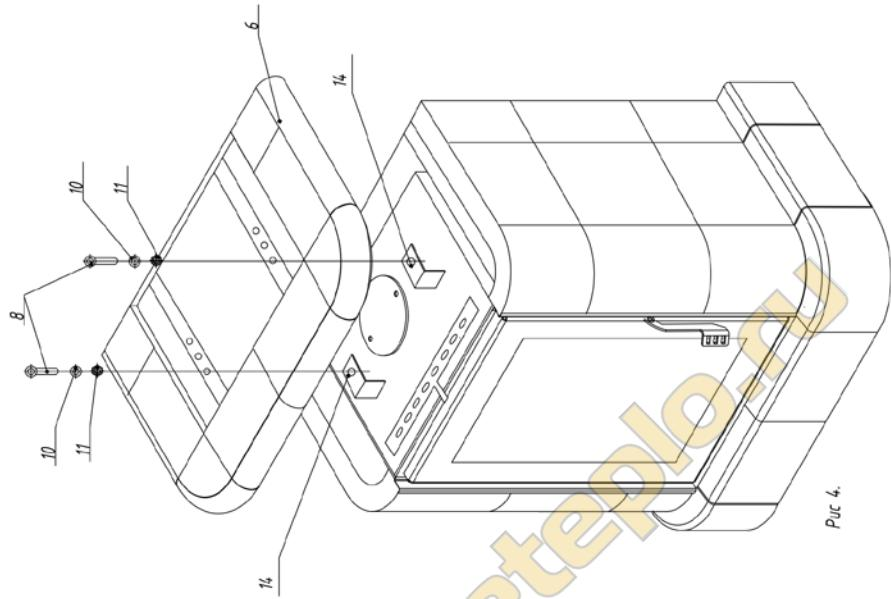

Рис. 4.
5. Верхняя панель 6 крепится к кронштейнам 14 винтами 8 и фиксируется шайбами и гайкой 10,11 (Рис. 4)